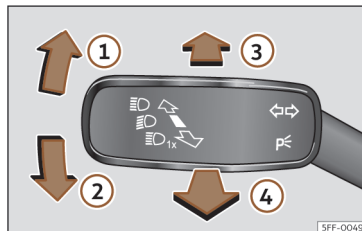

Fig. 106 Manípulo dos indicadores de direção e dos máximos (conforme versões).
- A partir da posição base, pressione para a frente o manípulo dos indicadores de direção e de máximos >>> **Fig. 106 ③**.
- **OU:** se o assistente de máximos estiver ligado, puxe para trás o manípulo dos indicadores de direção e de máximos >>> **Fig. 106 ④**.